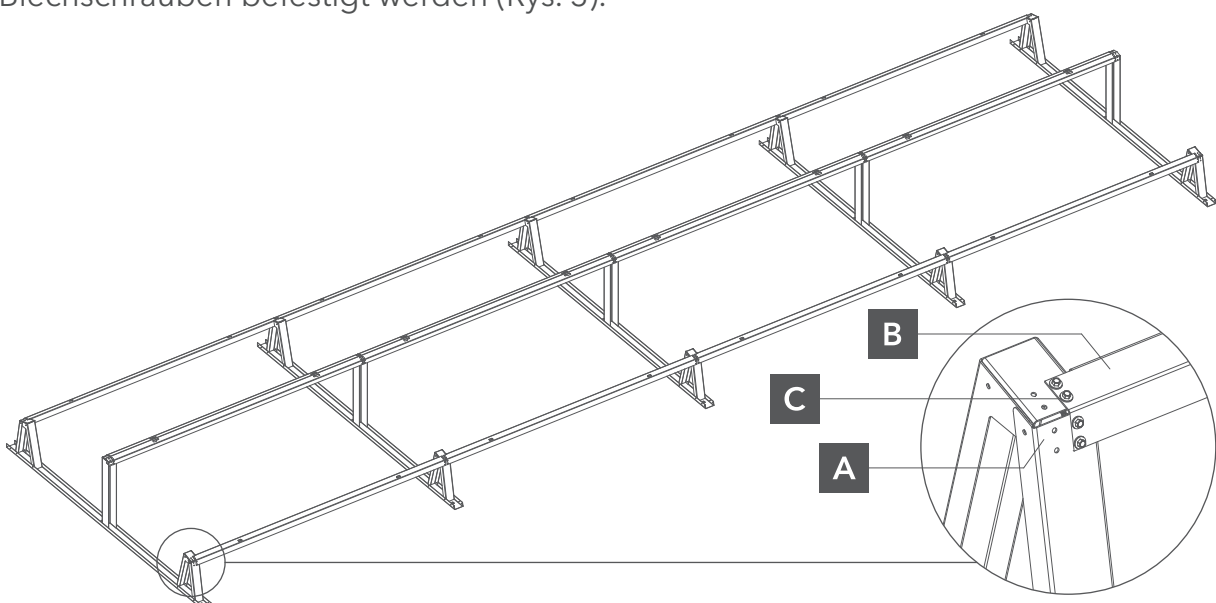

Abb. 3. Befestigung des Halters am Montagedreieck.
- 2 Unterhalb der unteren Basis des Montagedreiecks sollte ein SBR-Gummi platziert werden. Anschließend sollte der Winkel an das Montagedreieck angepasst und mit Blechschrauben befestigt werden (Rys. 3).
Abb. 3 zeigt die Befestigung der Halterung am Montagedreieck